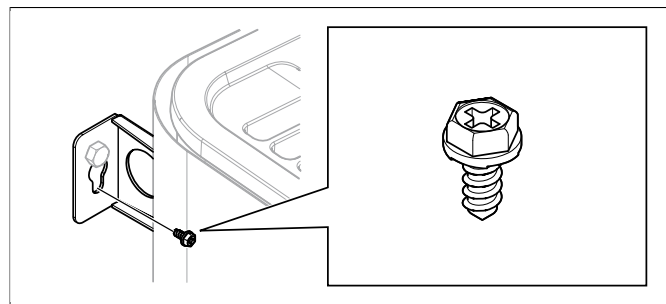

Рисунок 11: Зажимной винт кронштейна
10. Закрепите устройство зажимным винтом см. **Рисунок 11**, страница 5.